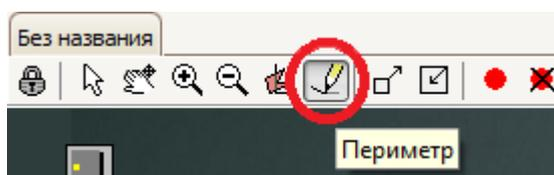

рис. 9 – Выбор рисования периметра
- Нажать кнопку рисования линии периметра на панели инструментов (рис. 9).